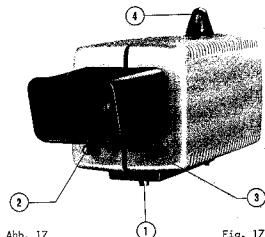

Abb. 17
Die Gleichspannungsversorgung und die Signaleinspeisung erfolgen über eine Steckverbindung im Fuß des Monitors. (1) Abb. 17. Die elektrische Verbindung wird beim Aufstecken des Suchers auf die Kamera automatisch hergestellt.
DC voltage supply and signal supply are via plug connections in the monitor base (1) Fig. 17. The electrical connection is made automatically when the viewfinder is fitted to the camera.